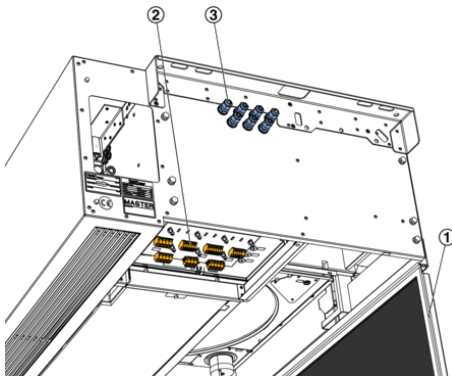

Abb. 30: Elektroanschlüsse SCHOOLAIR-D-HV-2220
1. ▶ Den Revisionsdeckel (Abb. 30/1) des Lüftungsgerätes öffnen → Kapitel 9.2 „Revisionsdeckel öffnen/schließen“ auf Seite 51.
Der 230 Volt Anschlussbereich unterhalb der Anschlussklemmen (Abb. 30/2) darf nicht geöffnet werden.
2. ▶ Die Anschlussleitungen durch die Gehäusedurchführungen (Abb. 30/3) legen und im Gerät eine Leitungsreserve (ca. 30 cm) legen. Das Lüftungsgerät an den Anschlussklemmen (Abb. 30/2) anschließen, entsprechend der nachfolgenden Informationen.